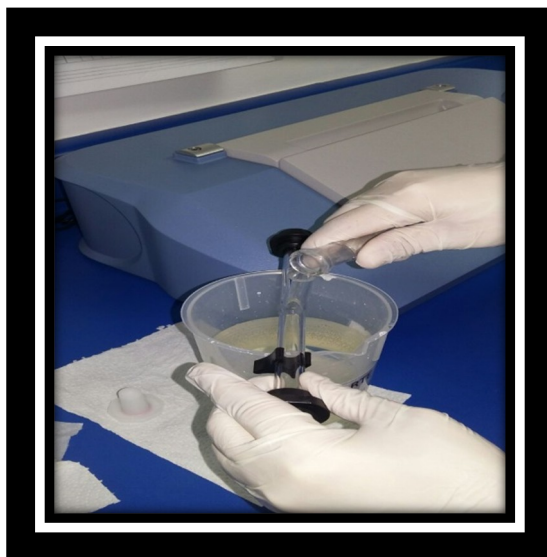

Figura 6
- 6.3.4 Se lavan las paredes de la celda con la muestra por triplicado (Figura 6).